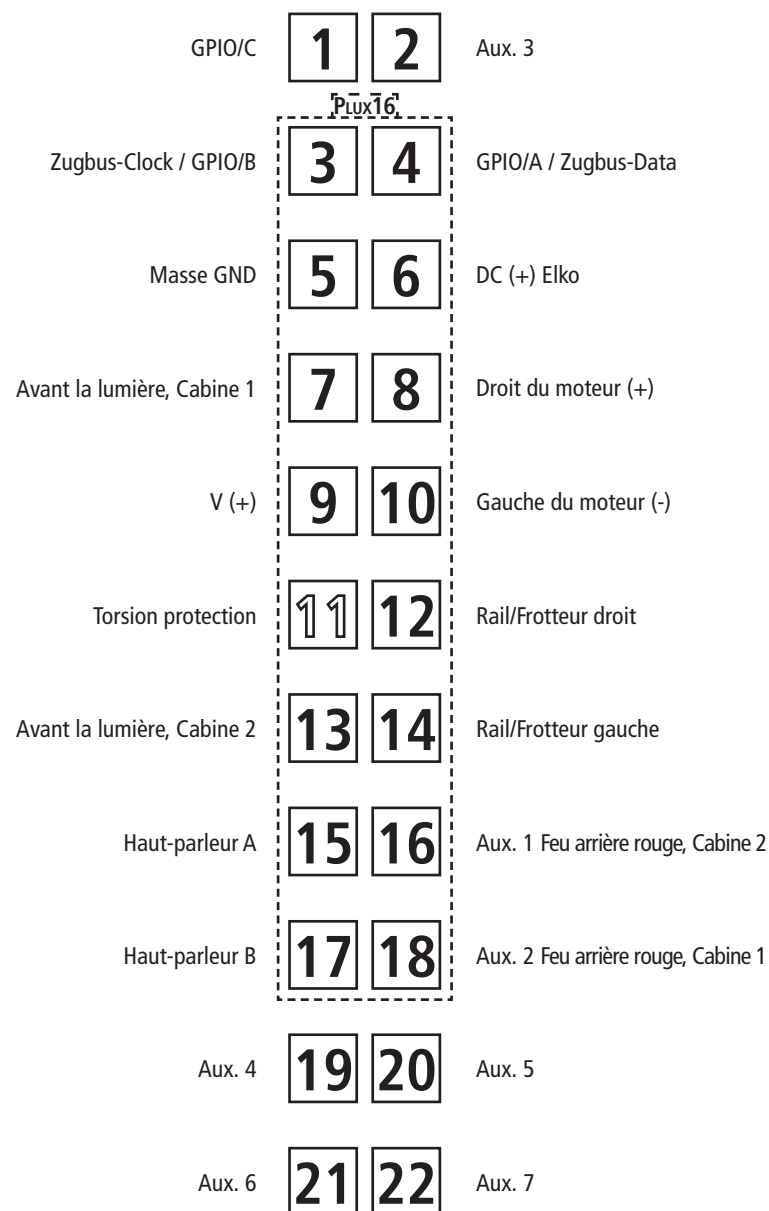

Fig. 6
3. Haftreifenwechsel: Zuerst den Getriebedeckel abnehmen (Fig. 6). Danach den **Radsatz** herausnehmen und die **Haftreifen** mit einer Nadel od. mit einem feinen Schraubendreher abziehen. Beim Aufziehen der neuen Haftreifen darauf achten, dass diese sich nicht verdrehen.
3. Change of traction tyre: Remove the gear cover (fig. 6). Take out **wheel set** and remove **traction tyre** using a pin or a fine screwdriver. When pressing on the new traction tyre please **avoid twisting it**.
3. Échange des bandages d'adhérence: Démontez d'abord **le couvercle du carter des engrenages** des engrenages (fig. 6). Délogez ensuite les essieux bandagés et enlevez, à l'aide d'une aiguille ou d'un tourne-vis fin, les bandages d'adhérence. Lors du montage des nouveaux bandages veuillez veiller à ce que les bandages **ne soient pas tordus**.